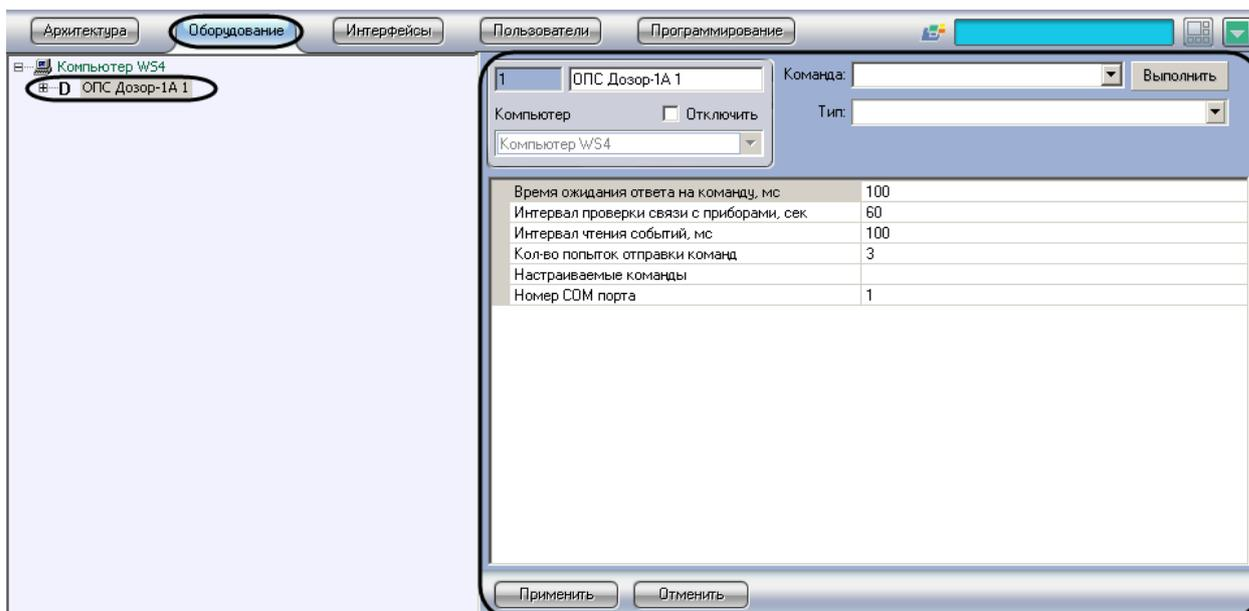

Рис. 3.2—1 Объект ОПС Дозор
В программном комплексе *Интеллект* настройка подключения устройств *ОПС Дозор-1А* осуществляется на панели настроек объекта **ОПС Дозор-1А**. Данный объект создается на базе объекта **Компьютер** на вкладке **Оборудование** диалогового окна **Настройка системы** (Рис. 3.2—1).
1. Перейти на панель настроек объекта **ОПС Дозор-1А** (Рис. 3.2—2).